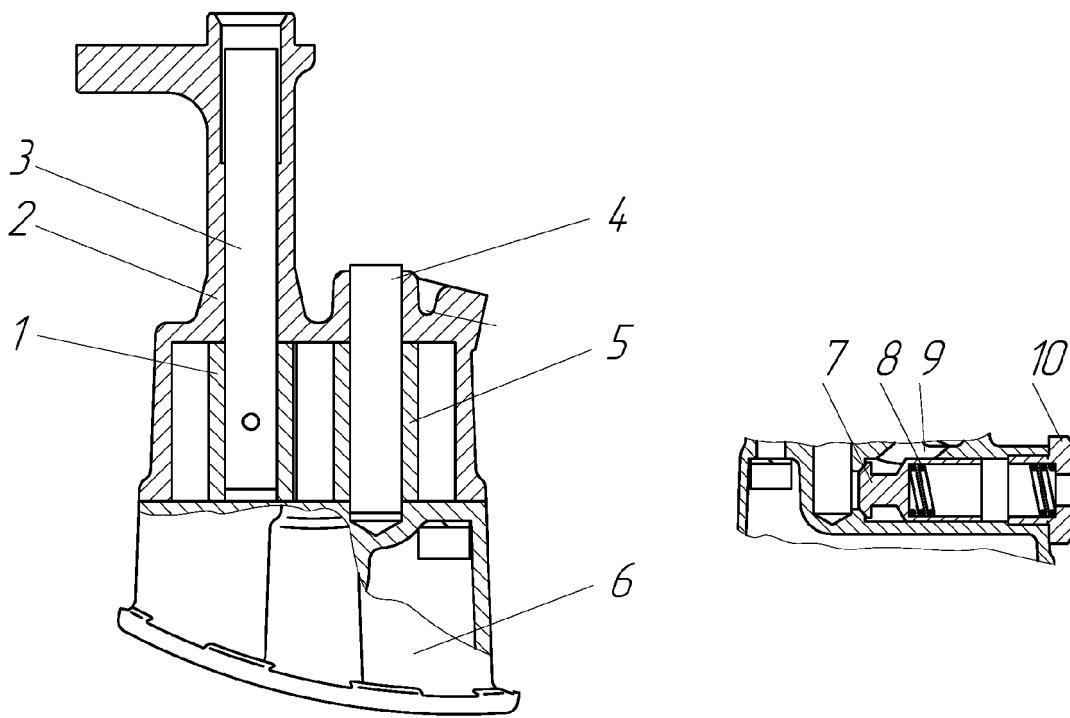

Рисунок 19 – Масляный насос и редукционный клапан:
**Масляный насос** (Рисунок 19) шестеренчатого типа установлен внутри масляного картера и крепится к блоку цилиндров двумя болтами и держателем масляного насоса. Ведущая шестерня 1 неподвижно закреплена на валике 3 с помощью штифта, а ведомая 5 свободно вращается на оси 4, запрессованной в корпусе 2 насоса. Корпус насоса изготовлен из алюминиевого сплава, шестерни – из металлокерамики. К корпусу тремя винтами крепится чугунный приемный патрубок 6 с сеткой.
**Редукционный клапан** (Рисунок 19) плунжерного типа, расположен в корпусе маслоприемника масляного насоса. Редукционный клапан отрегулирован на заводе установкой тарированной пружины. Менять регулировку клапана в эксплуатации не рекомендуется.